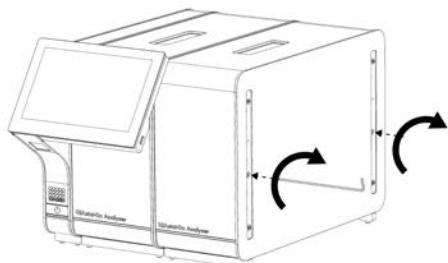

Figura 16. Alinierea și atașarea modulului analitic suplimentar.
4. Centrați modulul analitic suplimentar pe modulul analitic existent. Strângeți șuruburile folosind instrumentul de asamblare modul analitic-operational, livrat împreună cu QIAstat-Dx Analyzer 1.0 (Figura 16).